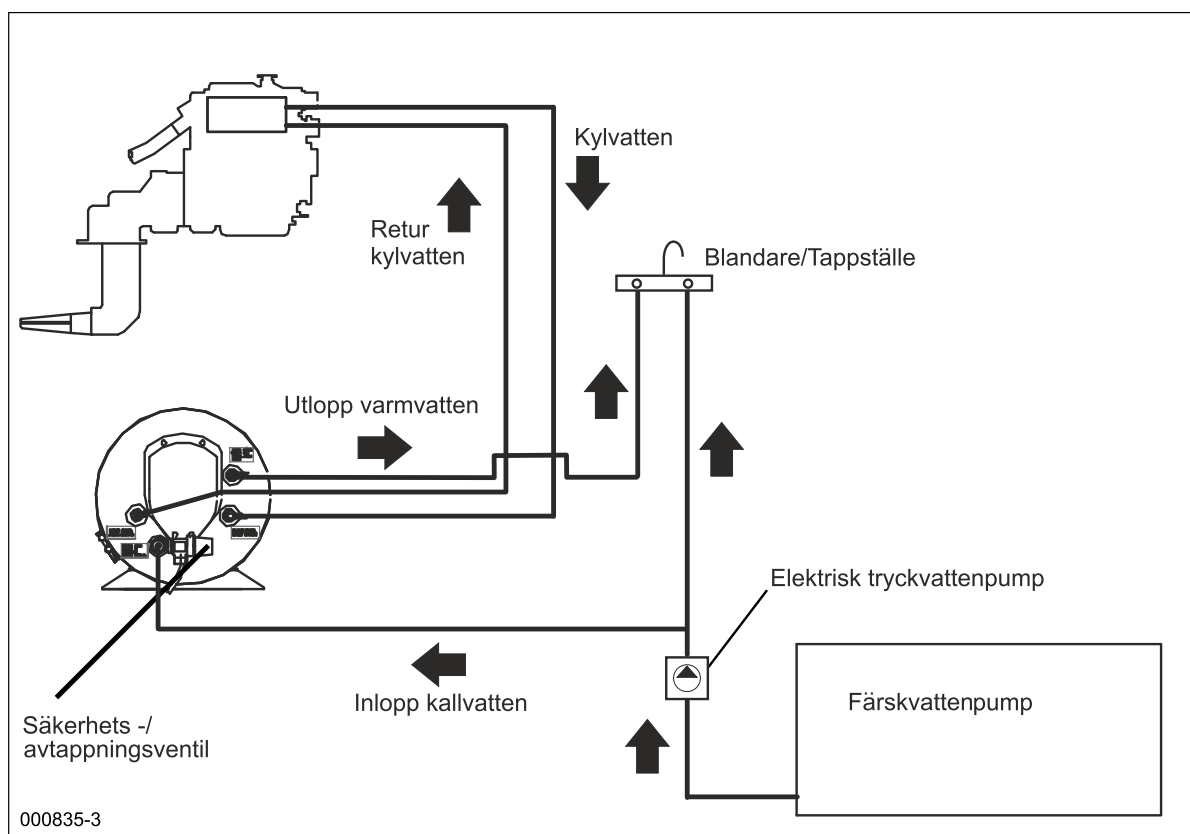

Fig. 1
Varmvattenberedaren kan monteras var som helst i båten så länge den sitter monterad så att motorvattenslingan inte hamnar över nivån på motorns expansionskärl. (Fig. 1). Det är en fördel att hålla slangarna mellan motorn och beredaren så korta som möjligt för lägsta värmeförlust och minsta strömingsmotstånd. Varmvattenberedarens värmeväxlare kan anslutas antingen parallellt eller i serie med motors kylvattenkrets. Valet avgörs av hur motortillverkaren anger att beredaren ska anslutas.
4.3 Motoranslutningar (se anslutningsschema, fig. 1): Beredarna är avsedda att anslutas till färskvattenkylda motorer.
4.4 Anslutning färskvatten (se anslutningsschema, fig 1): Beredaren är avsedd att kopplas in så att den förses med färskvatten av en elektrisk tryckvattenpump från vattentanken. Den elektriska vattentanken får ge max. 3,8 bar tryck, 2,9 bar för Slim Square, där en flermembranpump ger jämnare flöde och mindre tryckstötter. Vid högre tryck kommer säkerhetsventilen eventuellt att lösa ut vid 7,0 bar respektive 5,5 bar, vid uppvärmning av vattnet.